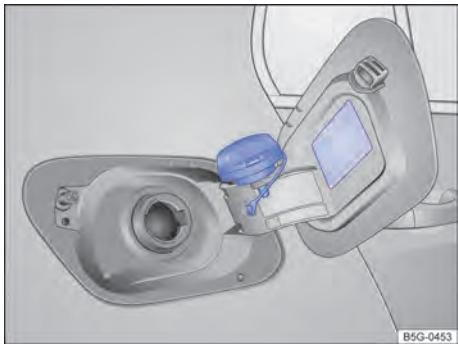

Fig. 170 Portinhola do tanque aberta com a tampa do tanque pendurada.
- Girar a tampa do tanque no sentido anti-horário e encaixá-la na dobradiça da portinhola do tanque ⇒ Fig. 170.
O tipo de combustível correto para o veículo está indicado em uma etiqueta adesiva na parte interna da portinhola do tanque ⇒ Fig. 170.